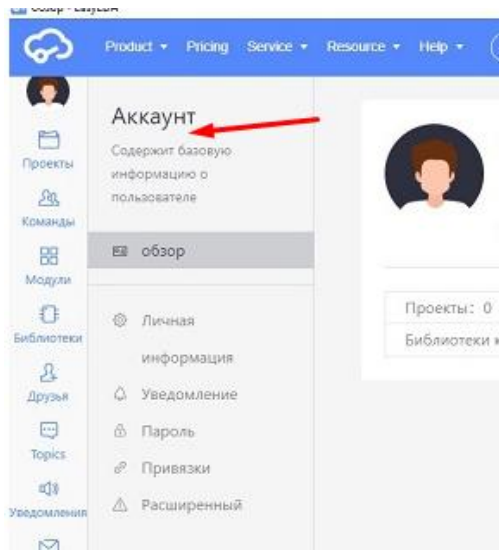

Рис.5.1 Регистрация и вход в EasyEDA
1. Зарегистрируйтесь/войдите в EasyEDA (веб-версия или десктопная) (Рис.5.1).